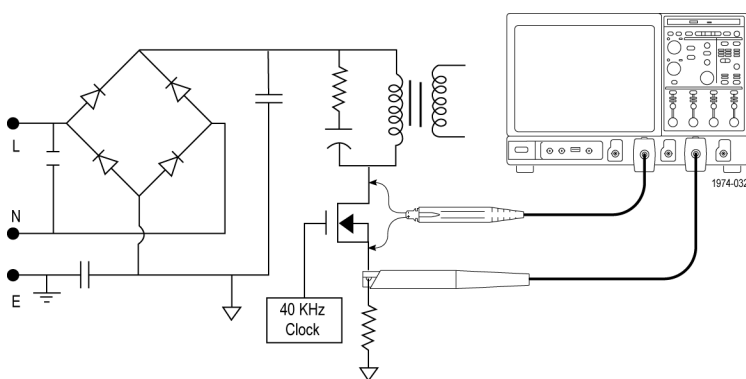

Рис. 2: Контрольные точки источника питания
1. Подключите дифференциальный пробник параллельно переключающему устройству, а токовый пробник – последовательно. (См. рис. 2.)